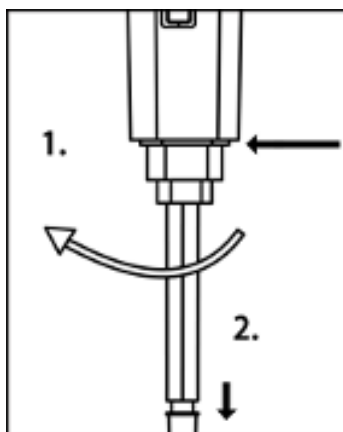
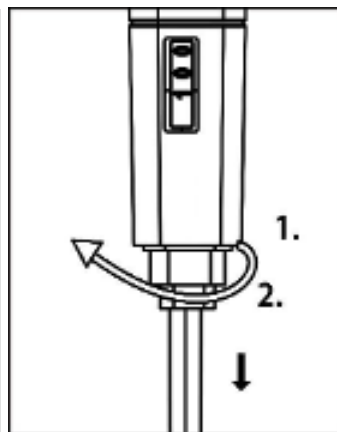

図9
図10
4. 開口ツールのレンチ端をチップコーンの上に置き、反時計回りに回します。他のツールは使用しないでください (図 9)。5 mL チップコーンは反時計回りに回すと外れます。工具は一切使用しないでください (図10)。